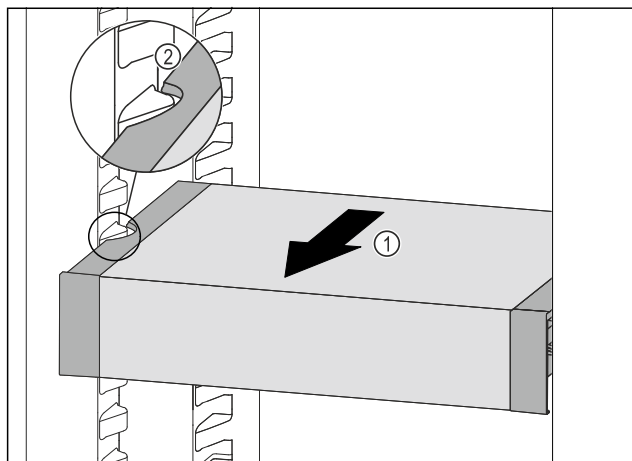

Fig. 101
- ▶ 向前拉动 VarioSafe Fig. 101 (1)，直至 VarioSafe 的侧部凹槽与冷藏区中的容器肋梁持平。 Fig. 101 (2)